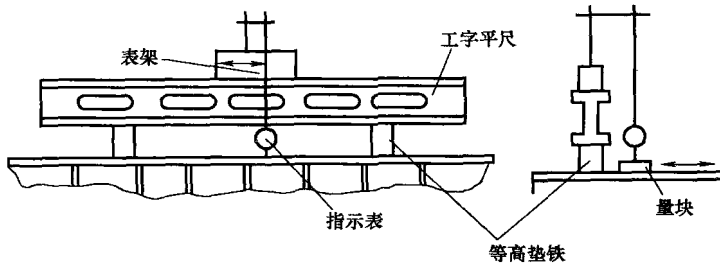

图 1-14 综合测量法
(5) 综合测量法 这种方法用一平行平尺、指示表、指示表架、两块等高垫铁和一块量块共同测量，如图 1-14 所示。